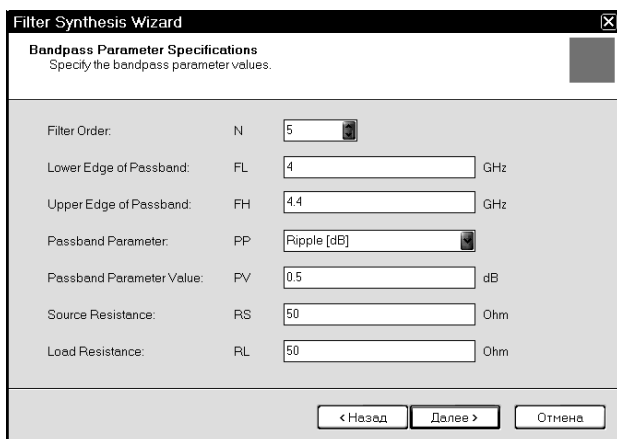
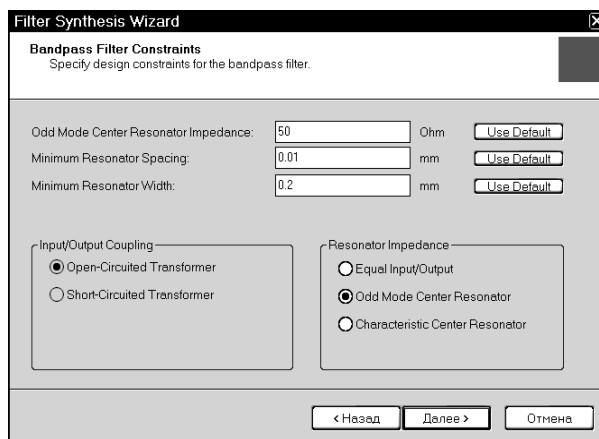

Рис. 3.27
Рис. 3.28
3. На вкладке **Proj** раскройте группу **Wizards** и дважды щёлкните по **Filter Synthesis Wizard**. В открывшемся окне нажмите кнопку **Далее**. В следующем окне отметьте **Bandpass** и нажмите кнопку **Далее**. Отметьте аппроксимацию **Chebyshev** и нажмите кнопку **Далее**. В следующем окне **Bandpass Parameter Specifications** (рис. 3.27) введите порядок фильтра **N=5**, нижнюю частоту полосы пропускания **FL=4**, верхнюю частоту полосы пропускания **FH=4.4**, пульсации в полосе пропускания **PV=0.5**, сопротивление источника **RS=50** и сопротивление нагрузки **RL=50**, нажмите **Далее**. Отметьте тип структуры фильтра **Parallel Coupled Half-Wave Resonators** (Параллельно связанные полуволновые резонаторы) и нажмите **Далее**. В следующем окне **Bandpass Filter Constraints** (Рис. 3.28) отметьте **Odd Mode Center Resonator** (Нечётная мода центрального резонатора), введите импеданс нечётной моды **50**, минимальный зазор между резонаторами **0.01** и минимальную ширину резонато-